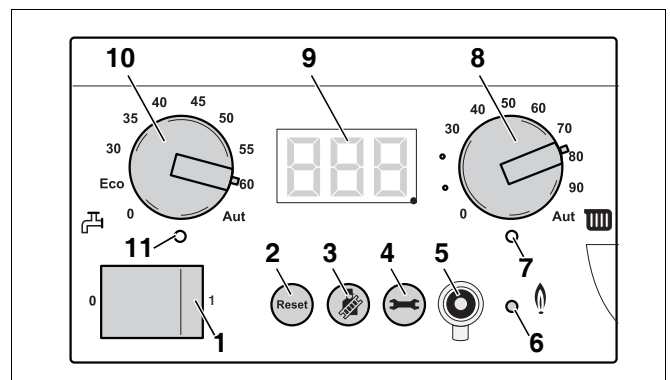

Fig. 97 BC10
- Neem het cv-toestel uit bedrijf door de netschakelaar op de BC10 uit te schakelen (→ fig. 97, [1]).
- Neem het cv-toestel in bedrijf door de netschakelaar op de BC10 aan te schakelen (→ fig. 97, [1]).
- Wacht, nadat de LED "Brander" (→ fig. 97, [6]) is gaan branden, gedurende 1 minuut tot het cv-toestel op vollast brandt.
- Neem het cv-toestel uit bedrijf door de netschakelaar op de BC10 uit te schakelen (→ fig. 97, [1], pag. 71).
- Neem het cv-toestel in bedrijf door de netschakelaar op de BC10 aan te schakelen (→ fig. 97, [1], pag. 71).
- Wacht, nadat de LED "Brander" (→ fig. 97, [6], pag. 71) is gaan branden, gedurende 1 minuut tot het cv-toestel op deellast brandt.
- Zet de netschakelaar op de BC10 in stand „1" (→ fig. 97, [1], pag. 71).
- Zet de draaiknop voor maximale aanvoertemperatuur en de draaiknop voor de ingestelde tapwatertemperatuur op de gewenste stand (→ fig. 97, [2], pag. 71).